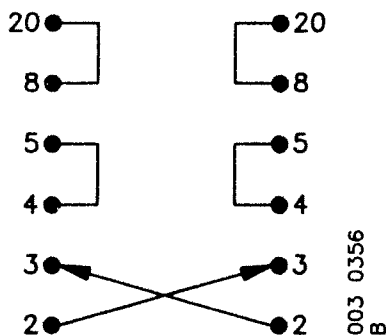

Bild 26. Inkoppling av gränssnittsprovaren
5.6.4 Koppla gränssnittsprovaren enligt bild 26.